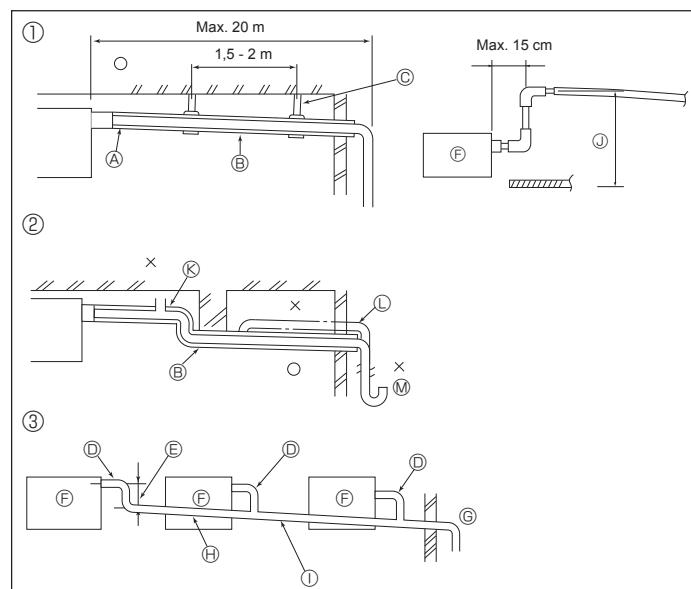
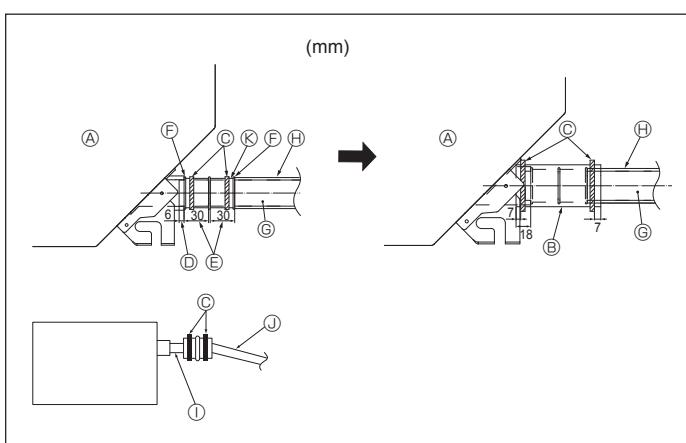

Fig. 5-1
Fig. 5-2
5.1. Tubería de drenaje (Fig. 5-1)
① Tubería correcta	⑥ Haga la medida de la tubería ancha para la agrupación de tuberías
② Tubería incorrecta	⑦ Pendiente de descenso de 1/100 o más
③ Agrupación de tuberías	⑧ O.D. Ø38 TUBO PVC para agrupación de tuberías (9 mm o mayor aislamiento)
④ Unidad principal (9 mm o más)	⑨ Hasta 85 cm
⑤ Pendiente de descenso de 1/100 o más	⑩ Expulsador de aire
⑥ Metal de soporte	⑪ Elevado
⑦ O.D. Ø32 TUBO PVC	⑫ Retención de olores
⑧ Hágalo lo más ancho posible (aprox. 10 cm)
⑨ Unidad principal
- Conecte el tubo de desagüe (suministrado con la unidad) al orificio de desagüe. (Fig. 5-2) (Sujete el tubo con cinta aislante y asegure la conexión con una abrazadera.)